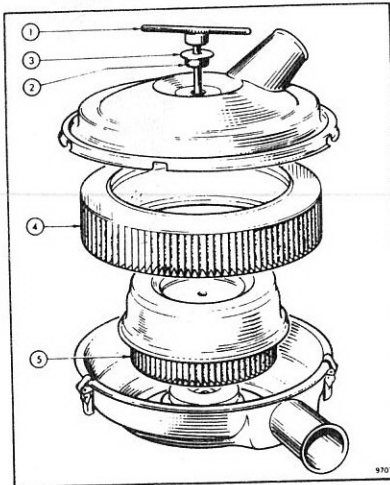

Fig. 17
1. Libérer l'attache qui fixe le flexible de l'épurateur d'air à l'épurateur d'air (Fig. 17).